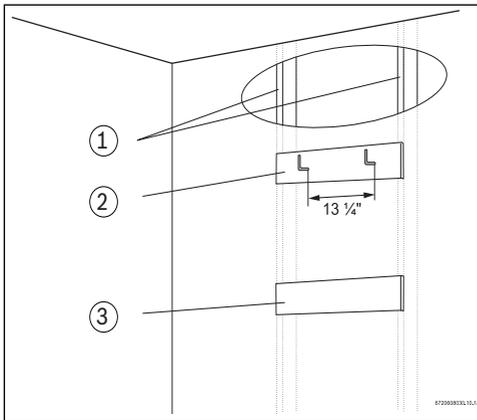

Fig. 7 Tabla de soporte
El calentador debe montarse en una pared con las piezas de fijación adecuadas. Si la pared es de miembros estructurales verticales con paneles de yeso, se recomienda fijar primero tabla(s) de soporte de madera contrachapada, ya sea de 1x4 ó 1/2 pulg. (como mínimo), en un par de dichos miembros verticales, y luego debe fijarse el calentador en las tablas de soporte. (→ Fig. 7).
- ▶ Asegure a los miembros verticales de la pared o a las tablas de soporte los dos ganchos en forma de "L" incluidos, dejándolos a una distancia de 13 ¼ pulg. entre sí (vea la Fig. 7).